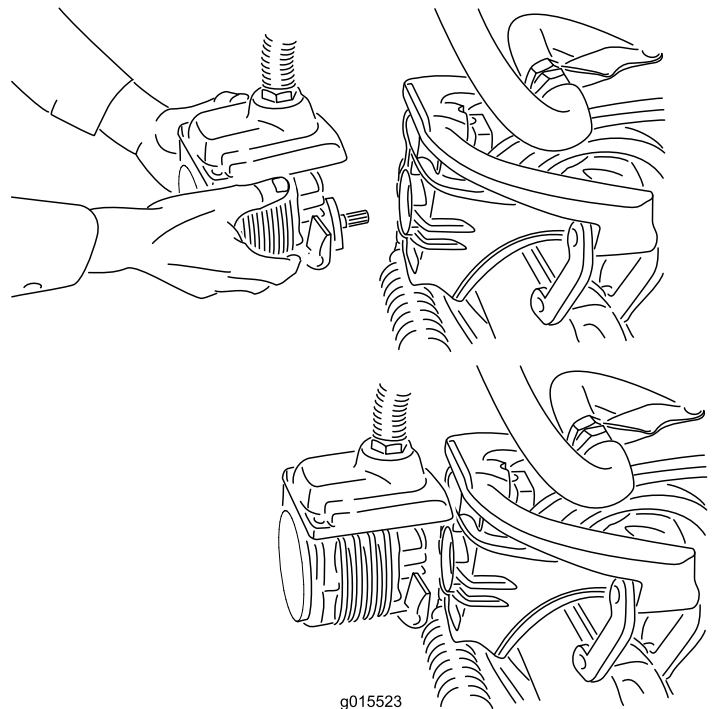

Figura 37
4. Mueva el motor al lugar de almacenamiento en la parte delantera del brazo de suspensión (Figura 37).